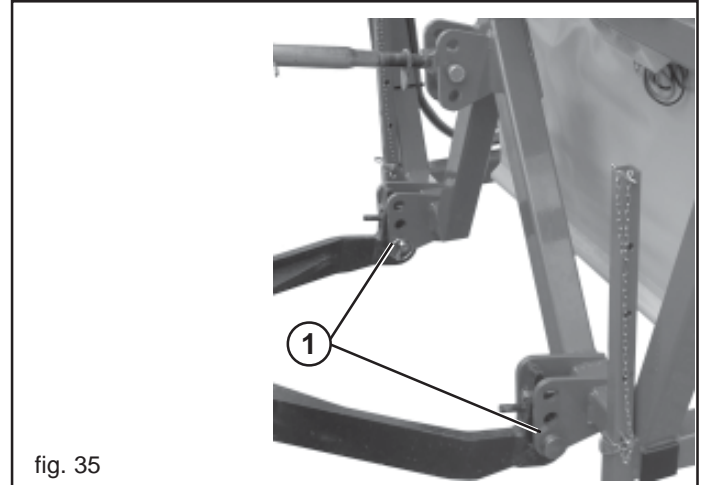

fig. 35
- 1) Agganciare le barre del sollevatore sui perni predisposti (1, Fig. 35). Bloccare con le copiglie a scatto.